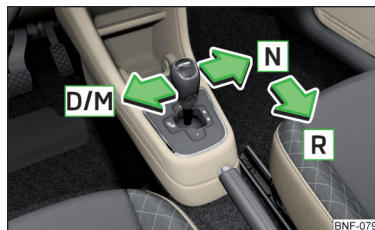

Bild 122
Växelväljaren kan föras till något att följande lägen » bild 122:
- Tryck växelväljaren åt vänster i pilens riktning » bild 122 på sidan 98 och lägg i läge **D**.